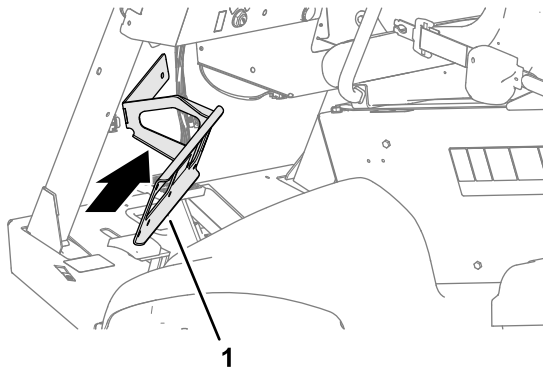

Figura 66
1. Alinee el soporte del distribuidor con la parte delantera de la máquina, como se muestra en la Figura 66.